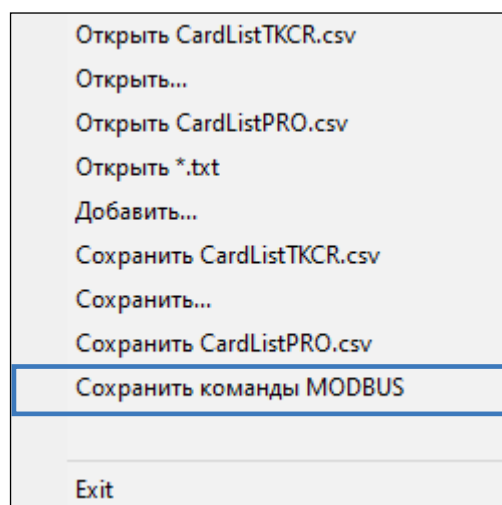

Рис.16. Сохранение команд Modbus
- Выберите *Главное меню — Меню «Файл» — Сохранить команды Modbus* (**Рис.16**).